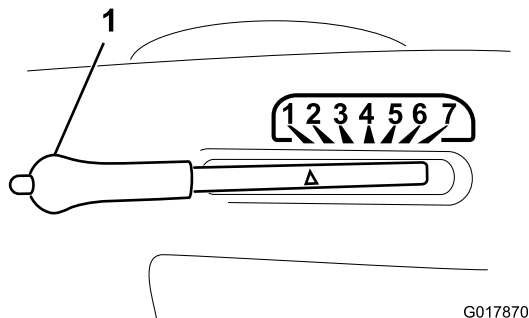

Figura 7
1. Pulse y mantenga pulsado el botón de la palanca de ajuste de la altura de corte (Figura 7).